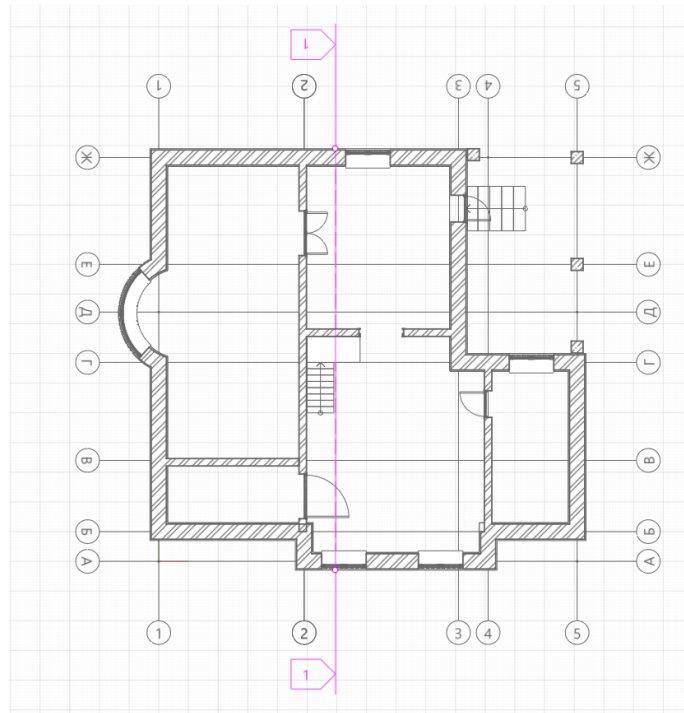

Рис. 14 Линия разреза
- Укажем точки так, чтобы в плоскость сечения попала лестница (рис. 14)